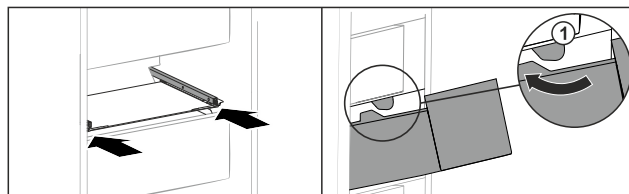

Fig. 147
- Vezesse el a fiókot az ütközők Fig. 147 (1) körül.